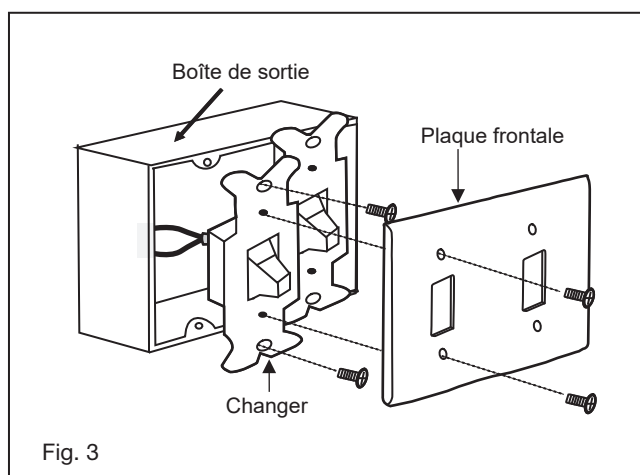

Fig. 3
- 6 Glissez le couvercle de la fourche, l'anneau de garniture et la verrière sur la tige de suspension. (Fig. 3)
- 1 Retirez la plaque murale existante et l'ancien interrupteur de la boîte de prise murale. (Fig. 3)
Un flux d'air VERS LE BAS crée un effet de refroidissement comme illustré à la figure 3. Cela vous permet de régler votre climatiseur sur un réglage plus chaud sans affecter votre confort.